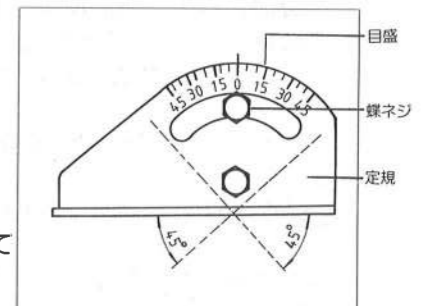

図4
- 定規の蝶ネジをゆるめると定規は0～45°までの範囲で角度が調整できます。目盛に合わせて作業して下さい。(図4参照)